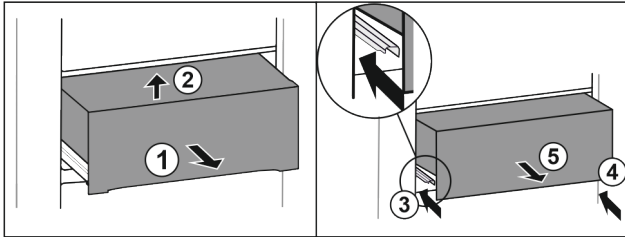

Fig. 38\*
- ▶ Изтеглете чекмеджето наполовина Fig. 38 (1).\*
- ▶ Повдигнете отпред Fig. 38 (2).\*
- ▶ Вкарайте лявата релса Fig. 38 (3).\*
- ▶ Вкарайте дясната релса Fig. 38 (4).\*
- ▶ Извадете чекмеджето напред Fig. 38 (5).\*